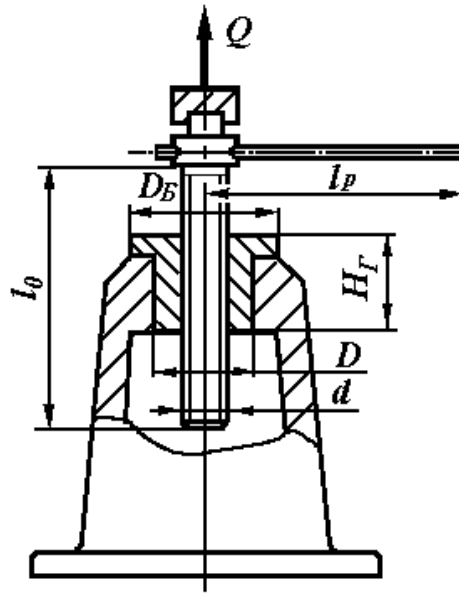

Рис. 2
**Задание 2 (передача винт – гайка).** Рассчитать основные параметры ручного домкрата (рис. 2) грузоподъемностью  $Q$ . Длина винта  $l_0$ , его материал – сталь 45, материал гайки – серый чугун СЧ18. Резьба трапецеидальная. Стандартную трапецеидальную резьбу винта принять со следующими параметрами: наружный диаметр  $d=50\text{мм}$ , внутренний диаметр  $d_1 = 41\text{ мм}$ , средний диаметр  $d_2 = 46\text{мм}$ , шаг резьбы  $p = 8\text{ мм}$ .